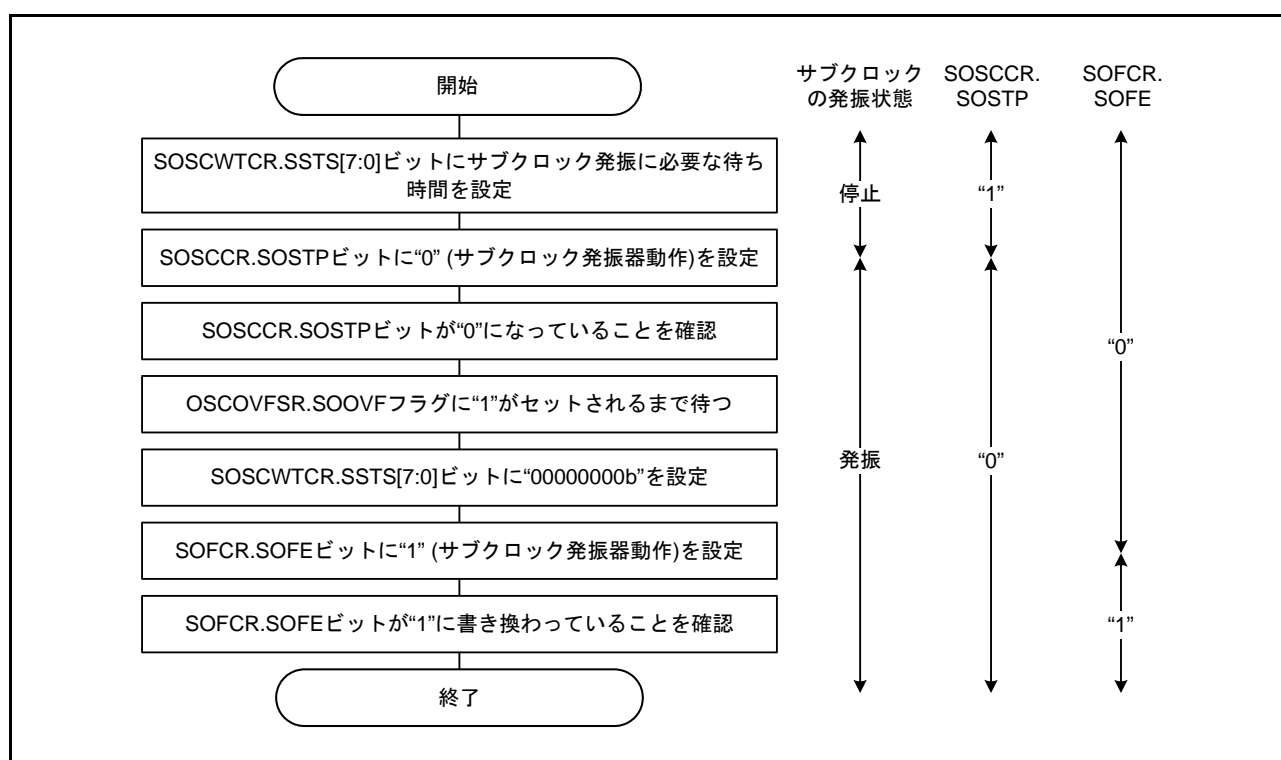

図 9.13 サブクロックをリアルタイムクロックのカウンタソースまたは REMC の動作クロックに使用する場合の初期化フローチャート例
- サブクロックをシステムクロックとして使用し、かつリアルタイムクロックのカウンタソースまたは REMC の動作クロックとして使用する場合、もしくはサブクロックをリアルタイムクロックのカウンタソース (注1) または REMC の動作クロックのみに使用する場合は、図 9.13 のフローチャートの例に従って初期設定してください。リアルタイムクロックの設定は、「27.3.2 クロックとカウンタモード設定手順」に記載された設定手順に従って設定を行ってください。